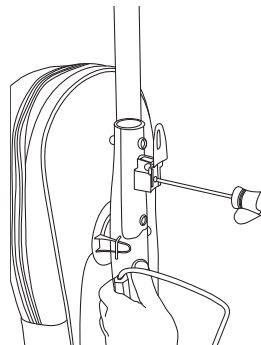

Fig. 4
1. Afloje, pero no quite, el tornillo que sujeta el gancho superior del cable. (Fig. 4).